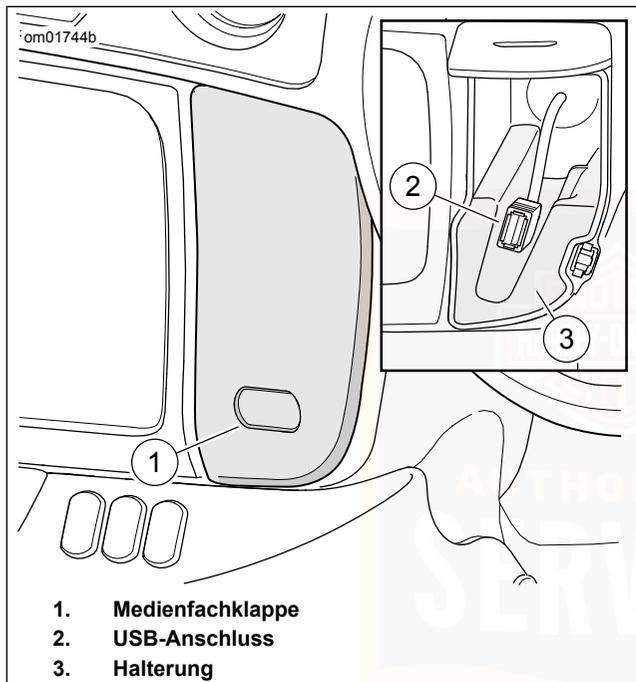
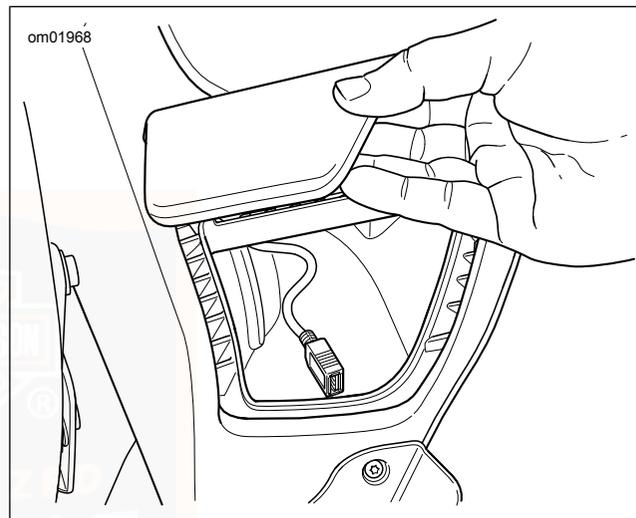

Abbildung 43. Medienfach: FLHTCUTG
Abbildung 44. Medienfach: FLTRT
Siehe Abbildung 43 oder Abbildung 44 . Das Jukebox-Medienfach ist ein Behälter in der Instrumententafel, das genutzt werden kann, um ein Mediengerät anzuschließen oder kleine Artikel zu verstauen. Medienabspielgeräte und USB-Speichermedien mit Mediendateien können mit dem USB-Anschluss verbunden werden. Aktualisierungen des Radiosystems werden ebenfalls über ein USB-Speichermedium durchgeführt.
- **FLHTCUTG:** Siehe Abbildung 43. Auf den unteren Teil der Klappe drücken und loslassen.
- **FLTRT:** Siehe Abbildung 44. Die Medienfachklappe anheben.